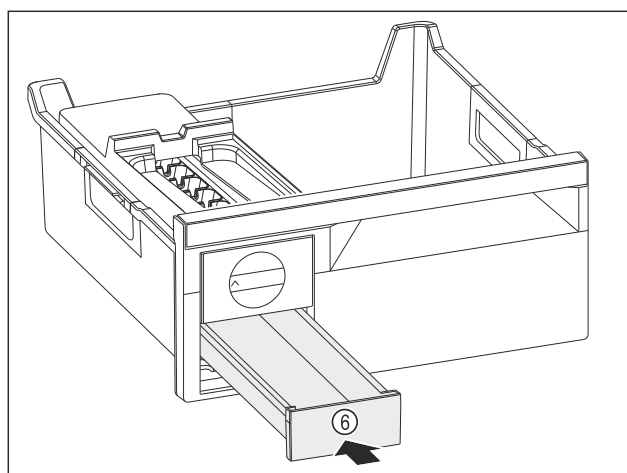

Fig. 159
- Insérer le compartiment à glaçons Fig. 159 (6).